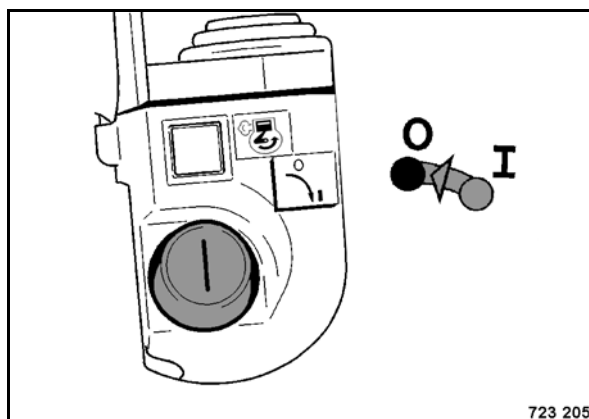

Рис. 67
- Выключить переключатель (Рис. 67) ключом зажигания.